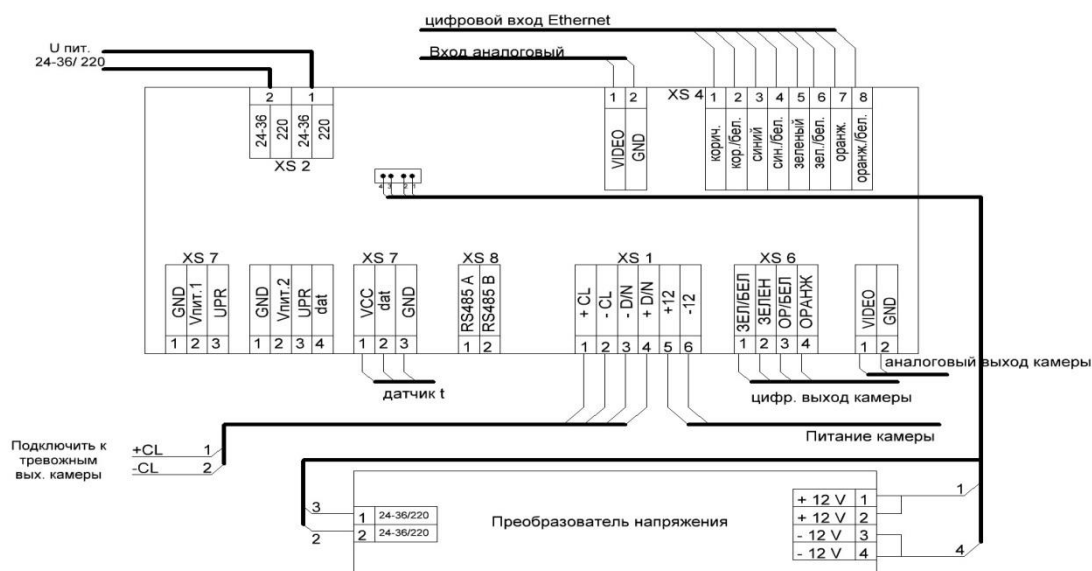
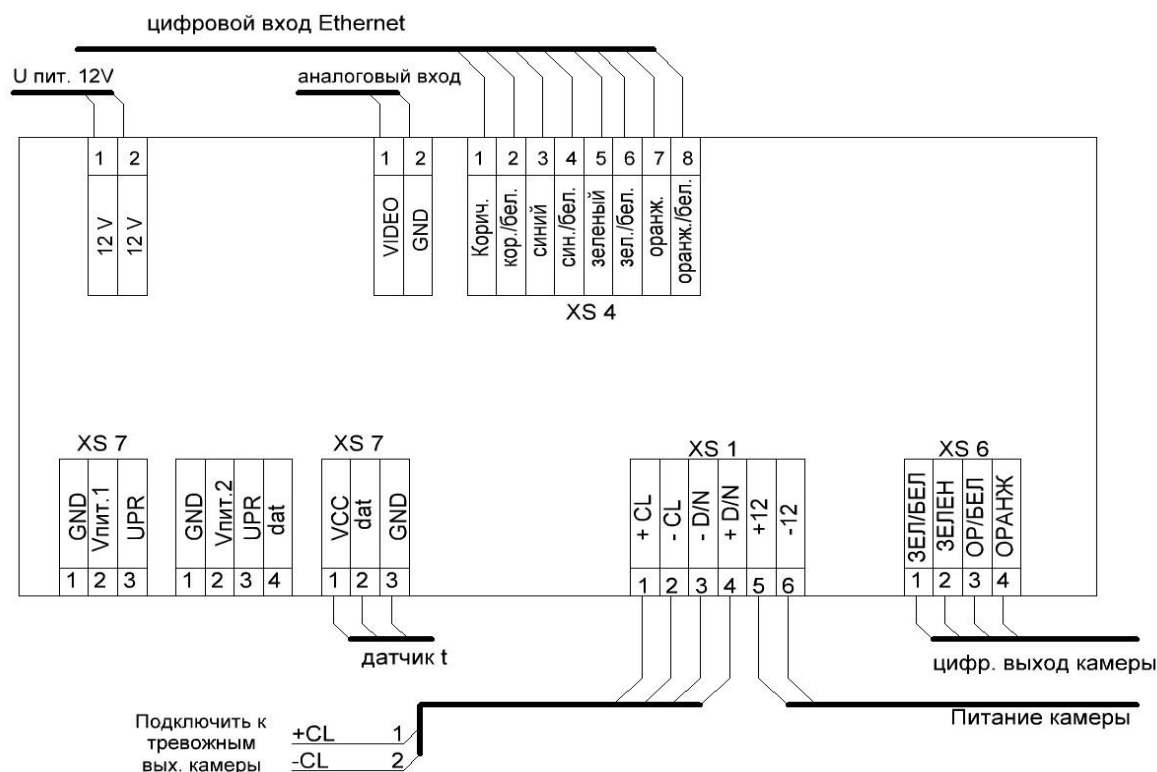

Рисунок 4.3 – Схема подключения термокожуха с напряжением питания 24–36 постоянного/переменного тока или 220 В переменного тока
Рисунок 4.4 – Схема подключения термокожуха с напряжением 12 В постоянного тока
5. Подключите видеокамеру к электронной плате согласно схеме подключения (Рисунок 4.3, Рисунок 4.4).
6. Через кабельные входы заведите питающий и сигнальный кабели, подключите к универсальной плате (Рисунок 4.3, Рисунок 4.4).